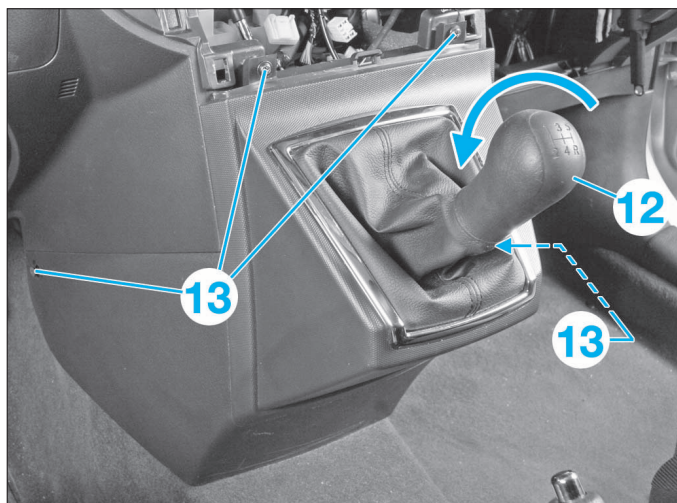

FIG. 24
- Dévisser le pommeau de levier de vitesses (12).
- Déposer les vis (13) de la garniture du boîtier de sélection de vitesses (fig.24).